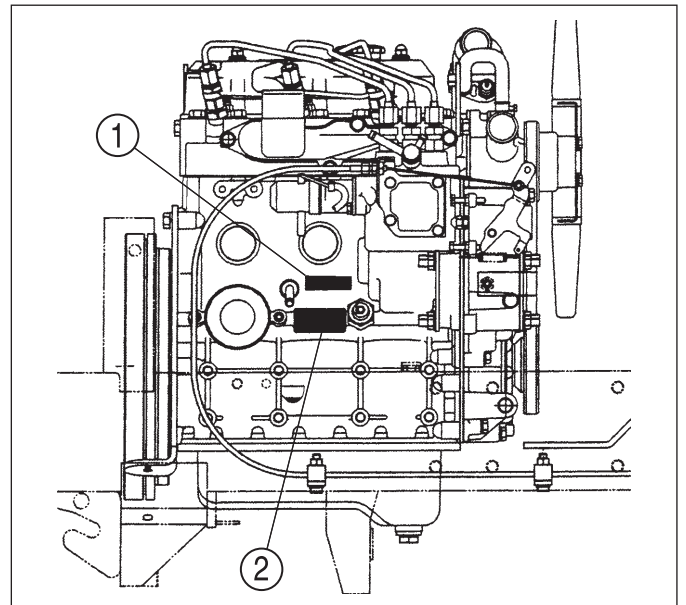

FIG. 3
ENGINE MODEL NUMBER (Fig.3- ①)
ENGINE SERIAL NUMBER (Fig.3- ②)